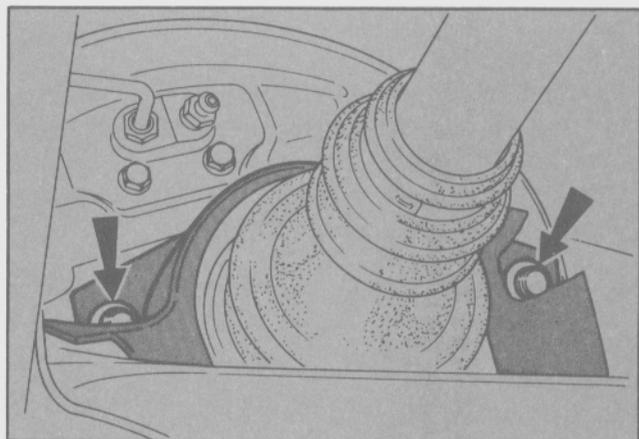

Fig. 70 - Fijación de la tapa plástica de la junta de transmisión exterior (las flechas indican los clips de sujeción).
- Asegurar la tapa plástica de la junta de transmisión exterior a la parte trasera del plato de frenos, con dos clips plásticos (Fig. 70).